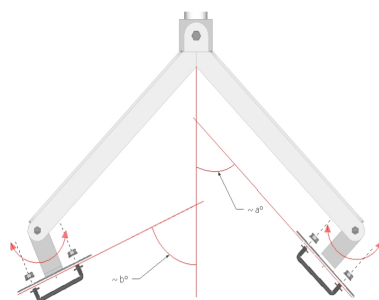

figura 2
2. **reglajul 1 figura 2**, se slăbesc șuruburile [A] și se rotește elementul [3] pe direcția [a], până tălpile se așează corect pe acoperiș. Acest reglaj asigură paralelismul tălpilor cu planul acoperișului.